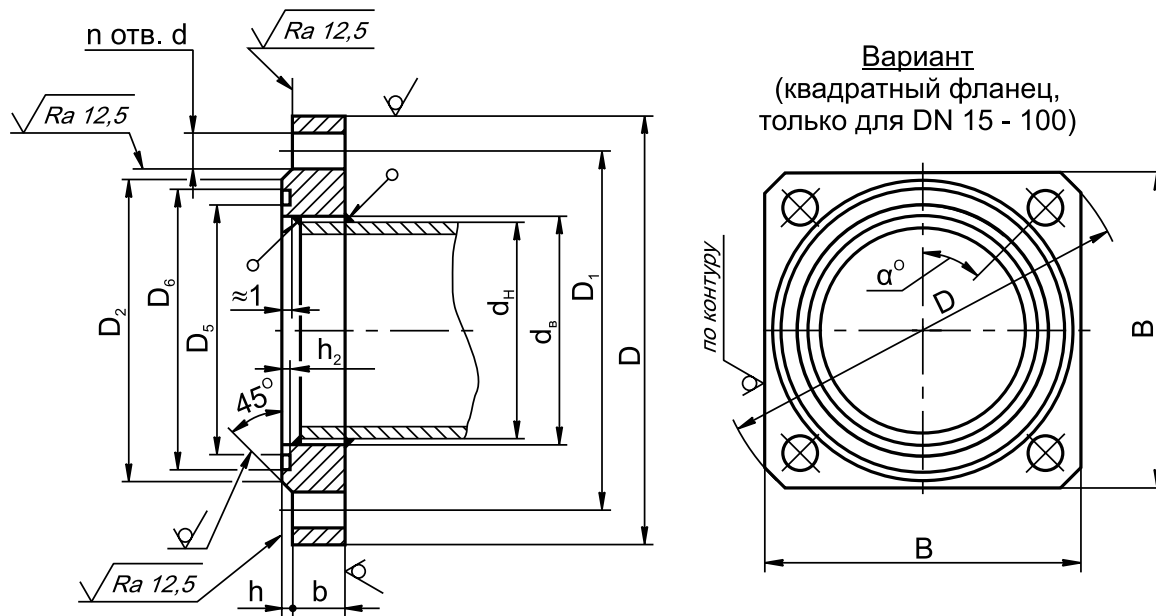

Рис. 10-2. Фланцы по ГОСТ 33259-2015, PN 6
Размеры ответных фланцев приведены на рис. 10-2.
5. Для уплотнения резьбы в месте соединения корпуса клапана с трубопроводом рекомендуется применять ленту фторопластовую ФУМ или аналогичный уплотняющий материал. Монтаж фланцевых соединений выполнить с применением прокладок из резины МБС средней твердости (Рис. 10-1). Ответные фланцы - стальные приварные по ГОСТ 33259-2015 (Рис. 10-2).